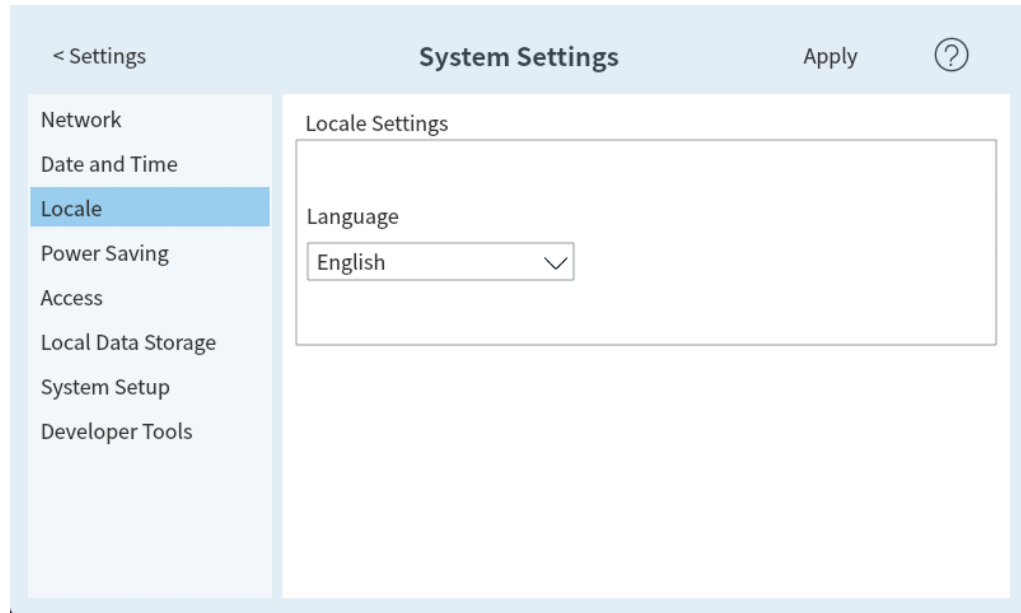

Figura 55. Página de ajustes regionales
1. En la página de ajustes del sistema (System Settings), seleccione la página **Configuración regional (Locale)**. Se abrirá la página de ajustes regionales. Consulte la Figura 55.